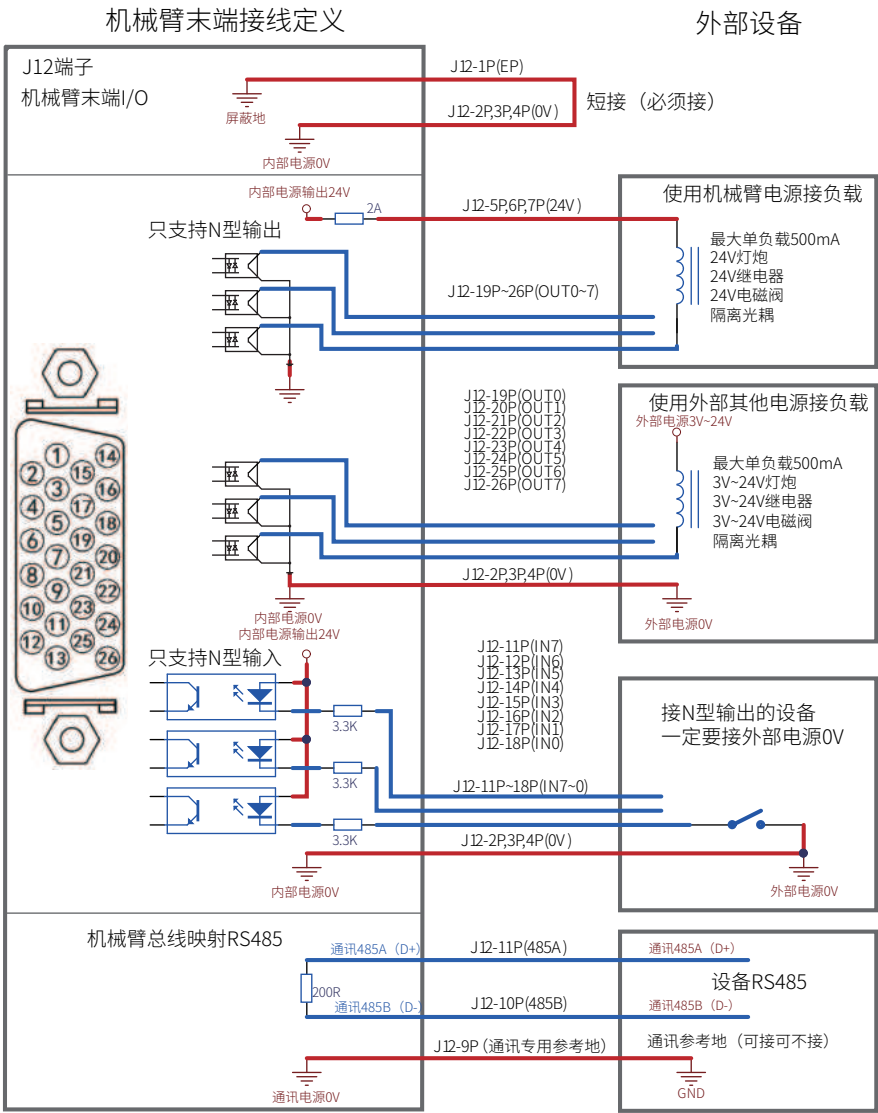

图 5
- (1) J10B为4芯直通线航空插头通到底座J10A;
- (2) J11B为4芯直通线航空插头通到底座J11A。
7. J12接口SCSI-26P内部电路设计（图5所示）